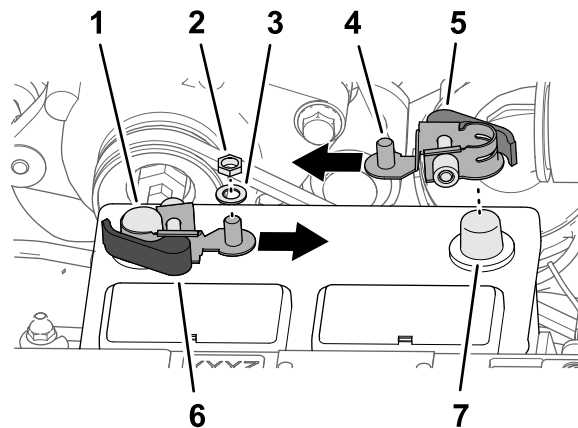

Figura 207
1. Rimuovete i dadi esagonali e le rondelle dai morsetti ad attacco rapido della maniglia nera (**Figura 207**).
3. Montate il morsetto ad attacco rapido sul polo negativo della batteria con il polo filettato del morsetto allineato verso il centro della batteria, come illustrato nella Figura 207.